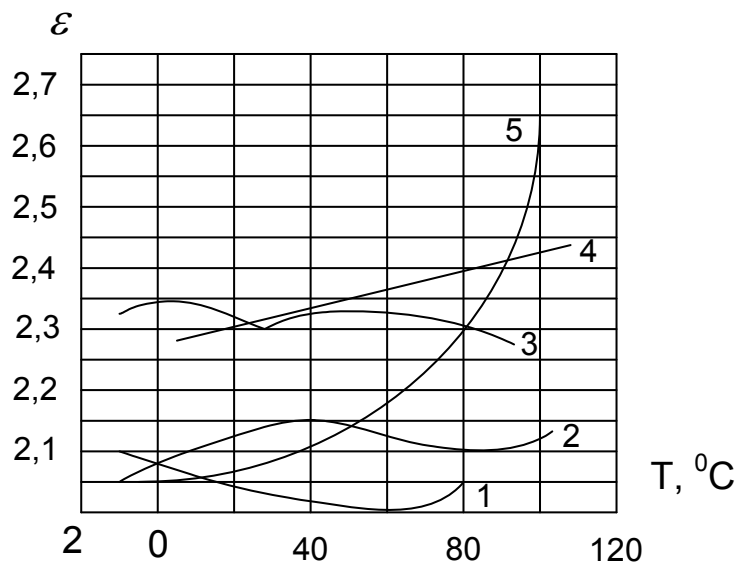

Рисунок 3.7 – Графік температурних залежностей ε для ізоляційних матеріалів, вказаних у таблиці 3.2
3.2.73 Побудуйте графік залежності температурного коефіцієнта $TK\varepsilon$ діелектричної проникності від температури, скориставшись методом графічного диференціювання кривої $\varepsilon = f(T, ^\circ C)$. Залежності $\varepsilon = f(T, ^\circ C)$ наведені на рис. 3.7. Як діелектрик використовуйте фарфор.